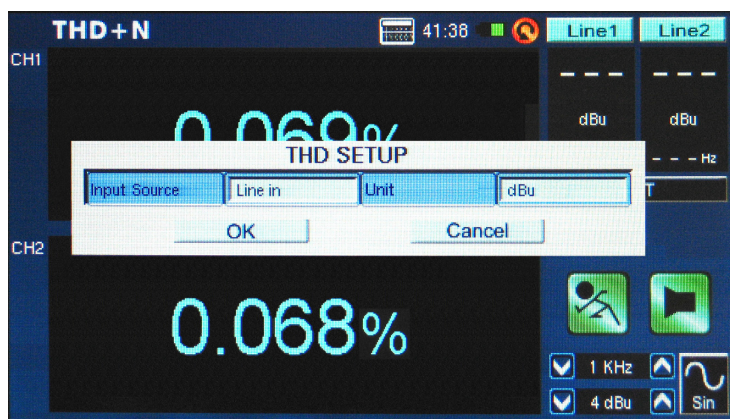

figura 44
2. Setee la fuente de entrada a "Line in" (entrada de línea) y seleccione OK para continuar (figura 44).